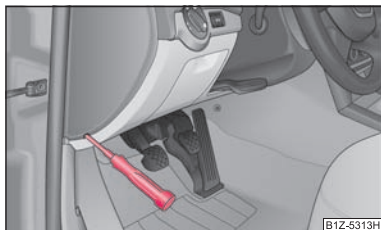

Abb. 188 Sicherungsdeckel: linke Seite der Schalttafel
- Nehmen Sie den Sicherungsdeckel an der Seite der Schalttafel mit Hilfe eines Schraubendrehers $\Rightarrow$ Abb. 188 bzw. den Sicherungsdeckel im Motorraum $\Rightarrow$ Seite 224 ab.